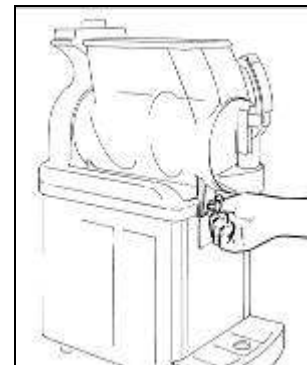

Fig. 17
- Fije la cubeta enroscando ambos pomos hasta el tope de su carrera (Fig.17).